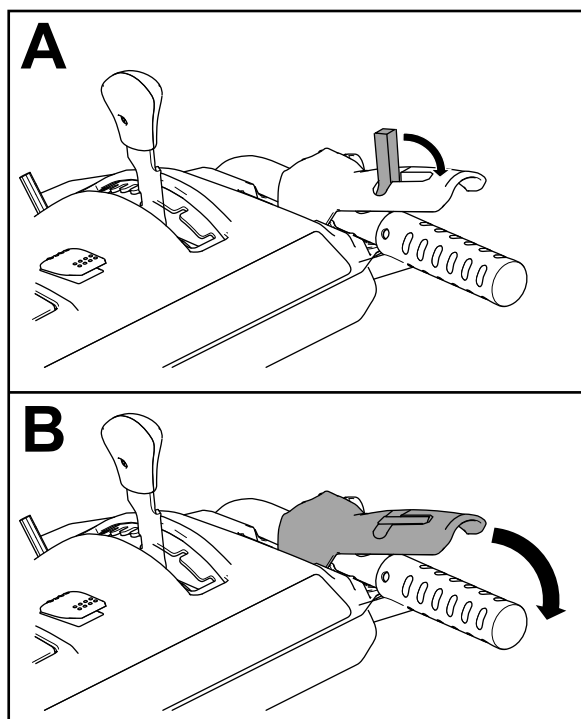

Figura 30
2. Engrane la palanca del sinfín/impulsor y sujétela en esa posición (Figura 30).